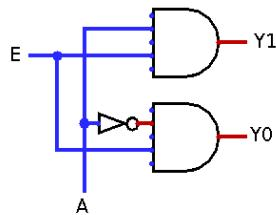

Figura 7: Demultiplex de 2 canais de saída, 1 variável de seleção e 1 canal de entrada.
1. Efetue a montagem do circuito da figura 7 com os CIs que considerar mais convenientes, **atentando-se às conexões adequadas das alimentações destes.**
Tabela 6: Tabela Verdade para o circuito da figura 7.